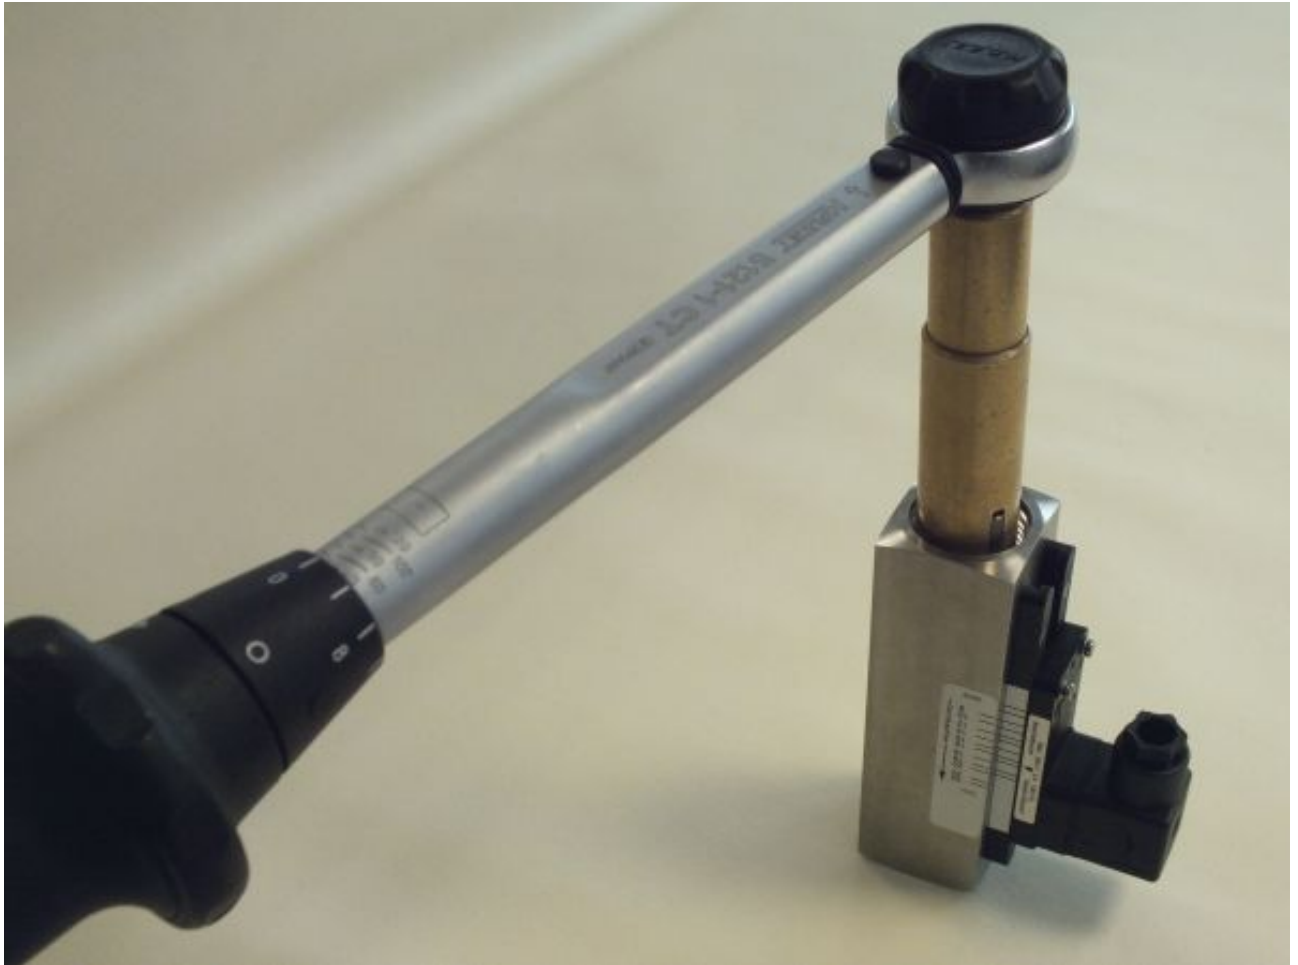

Abb. 63: Gewinding (Eingang) festziehen
5. ➤ Gewinding (Eingang) mit Hilfe des Eindrehwerkzeug-Gewinding DKME/A-1 (Eingang) einschrauben und mit Drehmoment-Steckschlüssel festziehen (Abb. 63), dabei Anziehdrehmoment beachten (➔ Kapitel 11.1 „Anziehdrehmomente“ auf Seite 105)